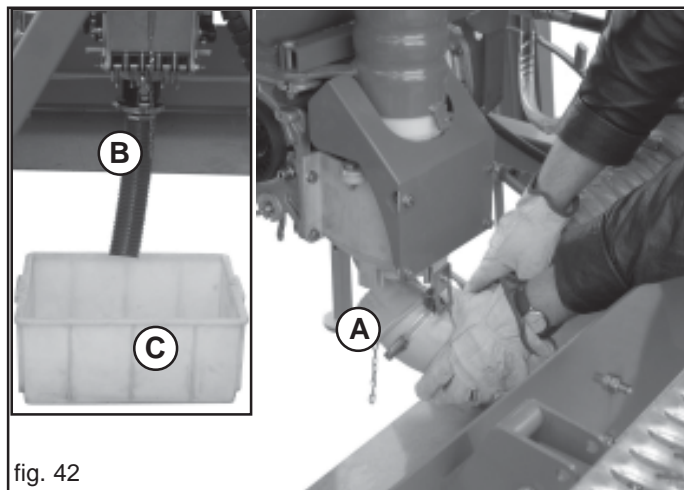

fig. 42
- 2) Quite la curva situada debajo del canal del inyector (A, Fig. 42), aflojando el cierre rápido.
- 3) Conecte en la misma posición el tubo de recogida suministrado con la máquina (B, Fig. 42) y en el extremo opuesto del tubo coloque un recipiente de recogida (C, Fig. 42).